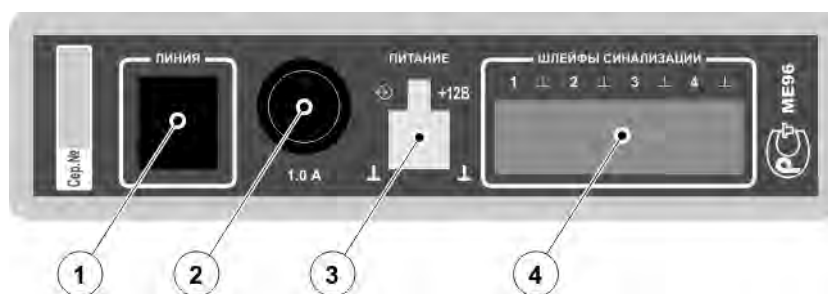

Рисунок 4. Задняя панель Контроллера Радиостанции.
1. Присоедините шнур питания/аудио сигнала к разъёму 3 (Рисунок 4) Контроллера Радиостанции;